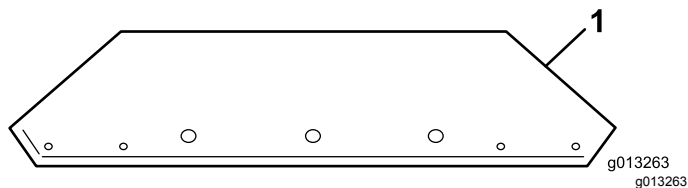
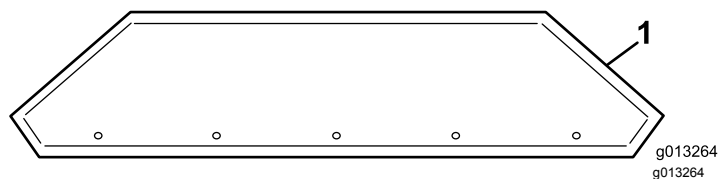

图10
图11
1. 将料斗延长组件从盒子中卸下、并确定前部和后部 图10 和 图11。